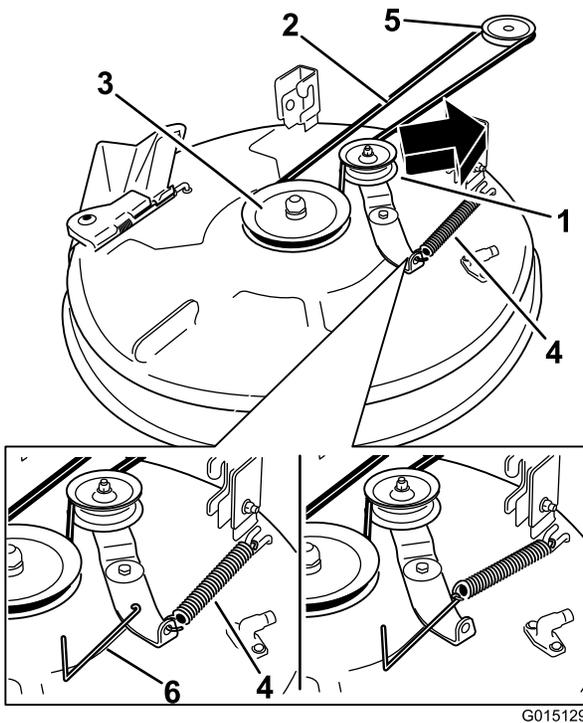
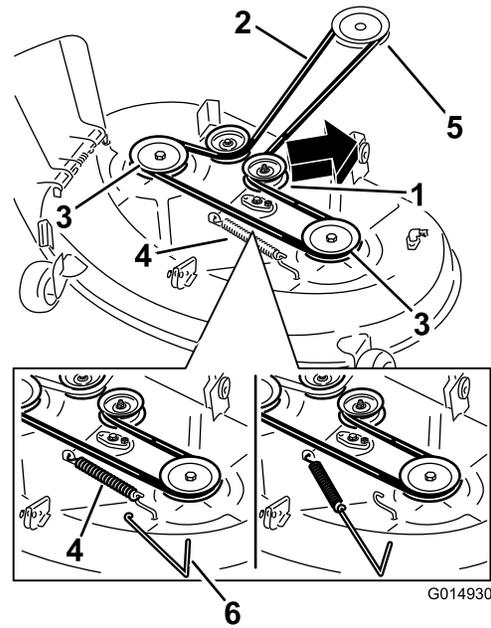

Figure 59
Figure 60
4. À l'aide d'un outil de dépose de ressort (réf. Toro 92-5771), décrochez le ressort du crochet sur le tablier pour éliminer la tension sur la poulie de tension et déchaussez la courroie des poulies (Figure 59 et Figure 60).
- Acheminez la courroie neuve autour de la poulie du moteur et des poulies du tablier de coupe (Figure 60).
- À l'aide d'un outil de dépose de ressort (réf. Toro 92-5771), accrochez le ressort au crochet situé sur le tablier, ce qui a pour effet d'exercer une tension sur la poulie de tension et la courroie du tablier de coupe (Figure 59 et Figure 60).